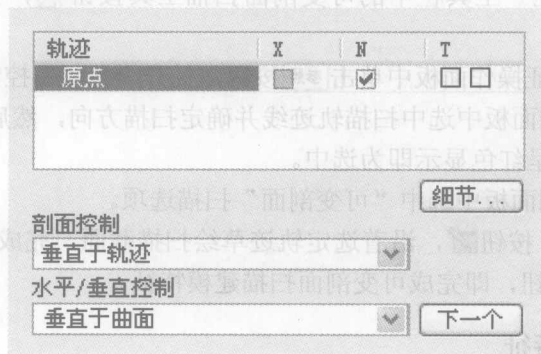

图 1-7 “参照”控制面板
- ——单击该按钮，会弹出如图 1-7 所示的“参照”控制面板，在该控制面板中可以设置剖面的起点以及扫描轨迹等属性。